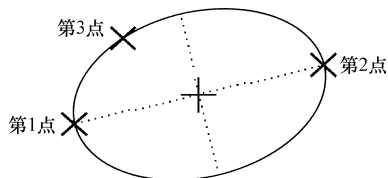

图 3-24 草绘轴端点椭圆
【例3-9】 草绘轴端点椭圆，如图3-24所示。
- (1) 在【圆】工具箱中单击【轴端点椭圆】按钮，使其处于按下状态。
- (2) 在图形区单击拾取第1点作为椭圆轴的一个端点，如图3-24所示。
- (3) 在图形区单击拾取第2点作为椭圆轴的另一个端点，如图3-24所示。
- (4) 在图形区单击拾取第3点作为椭圆上的点，如图3-24所示。
- (5) 若继续草绘椭圆，执行步骤(2)~步骤(3)，否则执行步骤(6)。
- (6) 单击鼠标中键，结束草绘轴端点椭圆操作，回到选择状态。此时，【草绘器工具】工具栏中的【选择】按钮应处于按下状态。